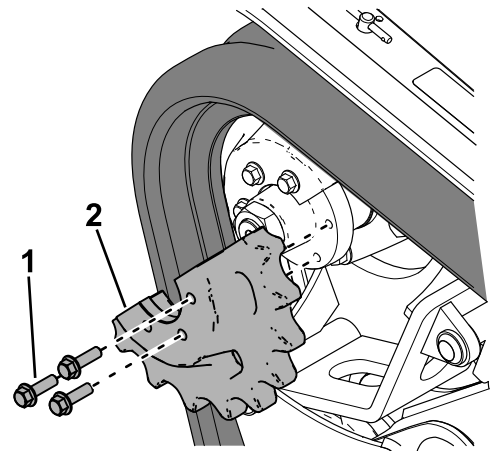

Figura 62
19. Applicate un composto frenafreccette sui bulloni della metà della ruota conduttrice che avete rimosso e montate la metà della ruota conduttrice (Figura 62). Serrate i bulloni a un valore compreso tra 95 e 115 N·m.